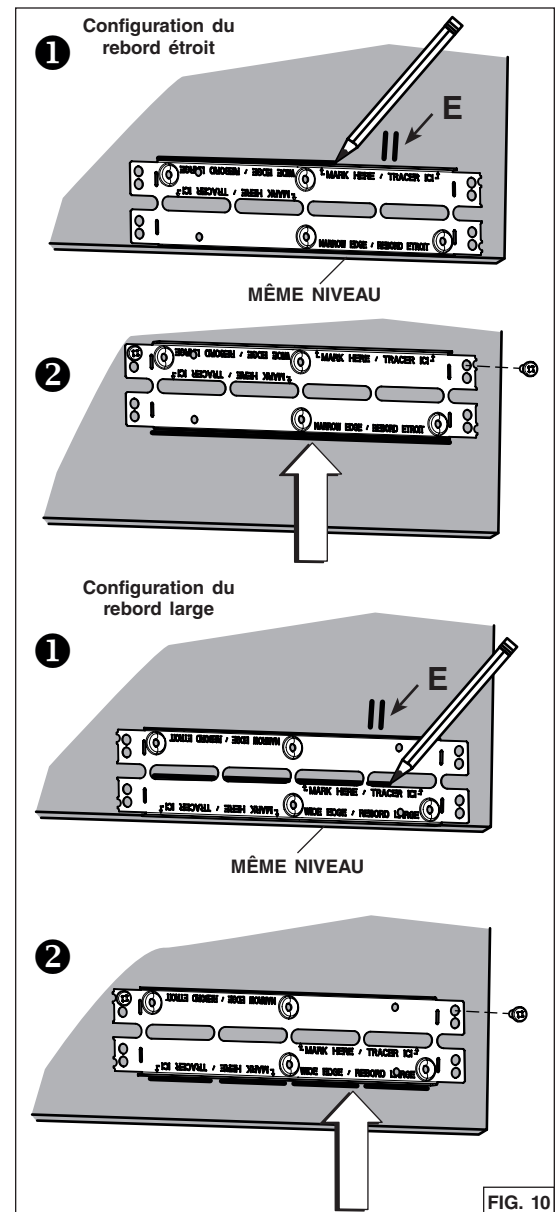

FIG. 10
5. Repérer les crochets *Ease of Install* sur l'appareil (distance donnée à partir du rebord avant, FIG. 9). Insérer temporairement l'appareil dans l'armoire et tout en retenant l'appareil, marquer sur les deux côtés de l'armoire l'emplacement des crochets *Ease of Install* (illustré en **E** dans la FIG. 10 en page suivante). Retirer l'appareil.
6. Installer les supports d'armoire comme suit (FIG. 10):
- ❶ Placer le support au même niveau que le bas du panneau droit de l'armoire, en centrant la marque de l'emplacement des crochets (**E**) entre les trous en relief inférieurs. Pour la configuration du rebord étroit, tracer une ligne sur le dessus du support. Pour la configuration du rebord large, tracer une ligne à la base des fentes centrales.
- ❷ Monter le support au même niveau que la ligne tracée. Fixer le support au panneau de côté de l'armoire à l'aide de 2 vis à bois n° 8 x 5/8 po (incluses dans le sac de pièces) dans les trous supérieurs.